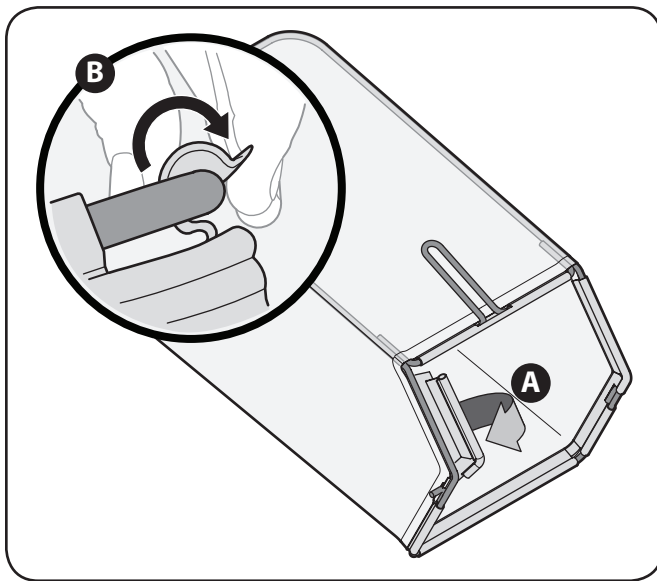

**Figure 3-6**
4. La guía de la cuerda está unida al costado derecho de la manija superior. Afloje la tuerca de mariposa que sujeta la guía de la cuerda, Figure 3-6.
- b. Lentamente tirar de la cuerda que la manilla del motor y deslizar la cuerda de arranque en la guía de la cuerda. Vea Figure 3-6.